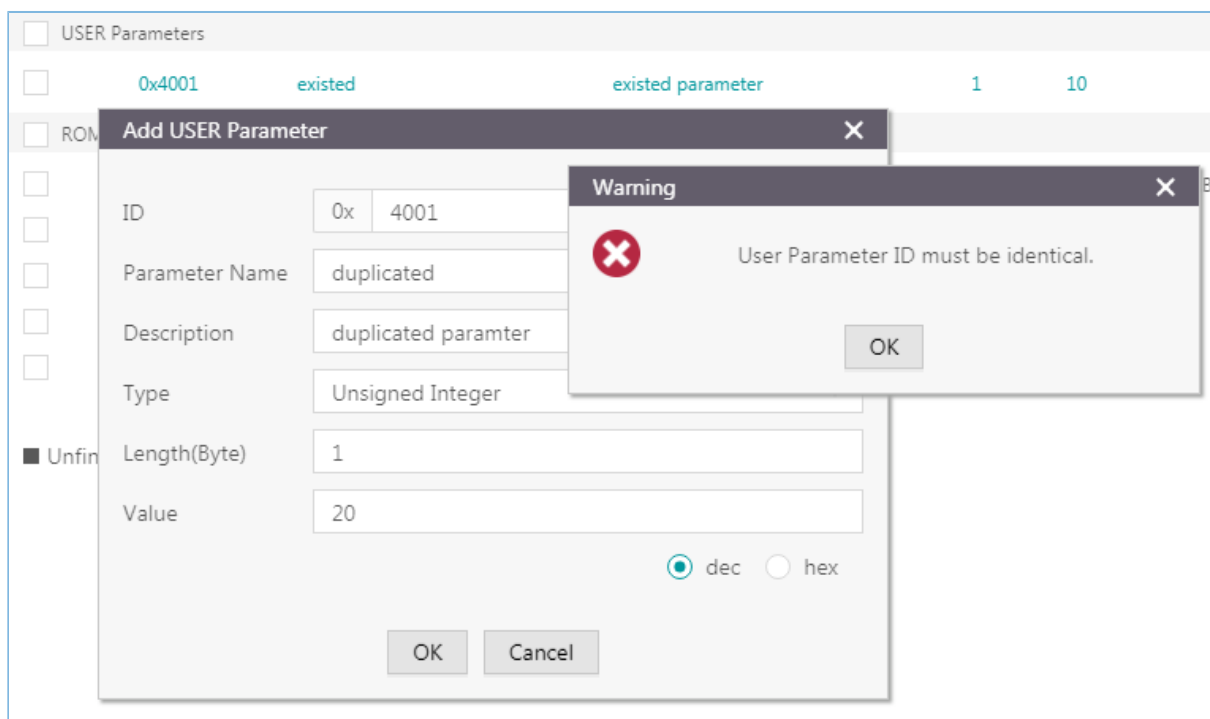

图 3-39 参数ID重复
- 新增参数的ID不能与列表中已有的参数ID相同。若相同，则将弹出警告提示信息，如图 3-39所示。